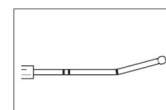

Figure 5 : Courbure sphénoïdale
- **Sinus sphénoïdaux :** lors de l'accès aux ostiums des sinus sphénoïdaux, une faible courbure (Figure 5) est recommandée.